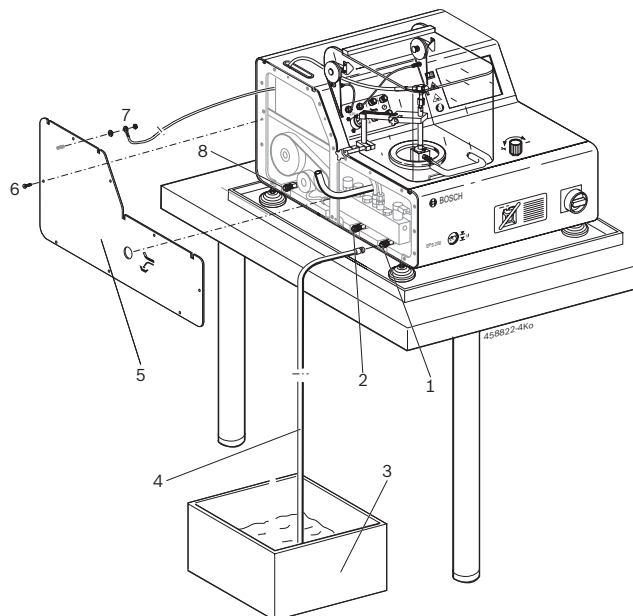

Fig. 18: Escoar o óleo de teste
- Desenroscar os parafusos de fixação (8x) da cobertura esquerda da caixa (fig. 18; pos. 6).
- Retirar a cobertura da caixa (fig. 18; pos. 5).
- Desenroscar o cabo da massa da chapa lateral da caixa (fig. 18; pos. 7).
- Colocar a extremidade da mangueira de 1,5 m (fig. 18, pos. 4; 1 680 712 283) sem fecho rápido no recipiente de recolha de óleo (fig. 18, pos. 3).
- Encaixar a extremidade da mangueira de 1,5 m (1 680 712 283) com fecho rápido nos fechos rápidos do tanque do óleo de teste (fig. 18, pos. 1).
- Depois de o óleo de teste ter saído do tanque do óleo de teste, encaixar a mangueira no fecho rápido da câmara de decantação (fig. 18, pos. 2).
- Depois de o óleo de teste ter saído da câmara de decantação, encaixar a mangueira no fecho rápido do sistema de refrigeração a óleo (fig. 18, pos. 8).